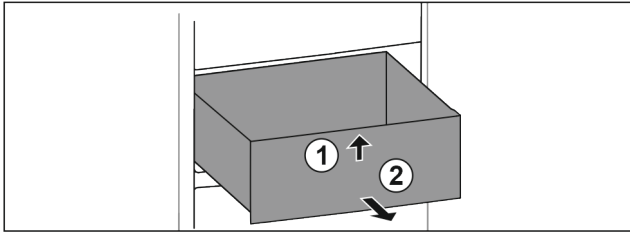

Fig. 63
- Schubfach vorne anheben. Fig. 63 (1)
- Schubfach nach vorne entnehmen. Fig. 63 (2)